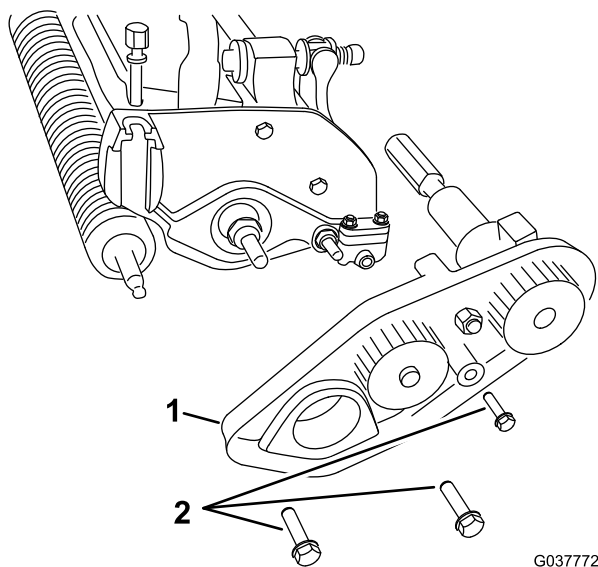

Figura 8
4. Rimuovete i 3 bulloni che fissano il gruppo di trasmissione a cinghia all'apparato di taglio, se presente, e rimuovete l'intero gruppo (Figura 8).